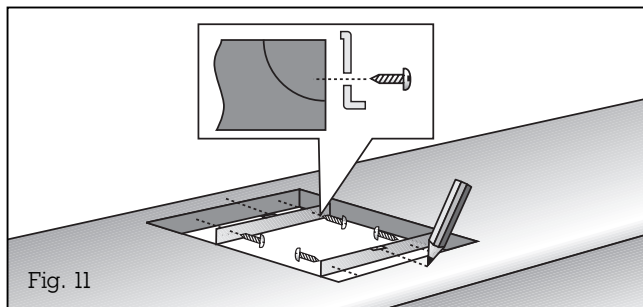

Fig. 11
- **Repérez avec précision le milieu de la découpe.** Fixez les rails de fixation sur les bords avant et arrière de la découpe. Vérifiez que les ergots du rail de fixation reposent sur le plan de travail et que la marque du milieu du rail coïncide exactement avec la marque du milieu du plan de travail (fig. 11).